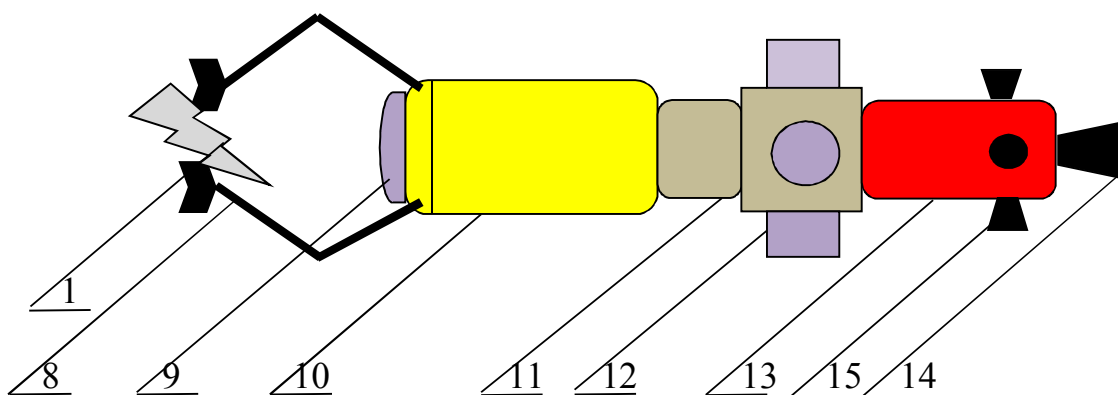

Рис. 4. Устройство автоматического сборщика КМ
То есть ангар может быть надувным [6], в сложенном виде занимающим немного места. Устройство автомата сборщика КМ показано на Рис. 4. Фрагмент КМ (1) захватывается внешними манипуляторами (8) и загружается через люк (9), в надувной ангар (10) где расположен устройство дезинтеграции.